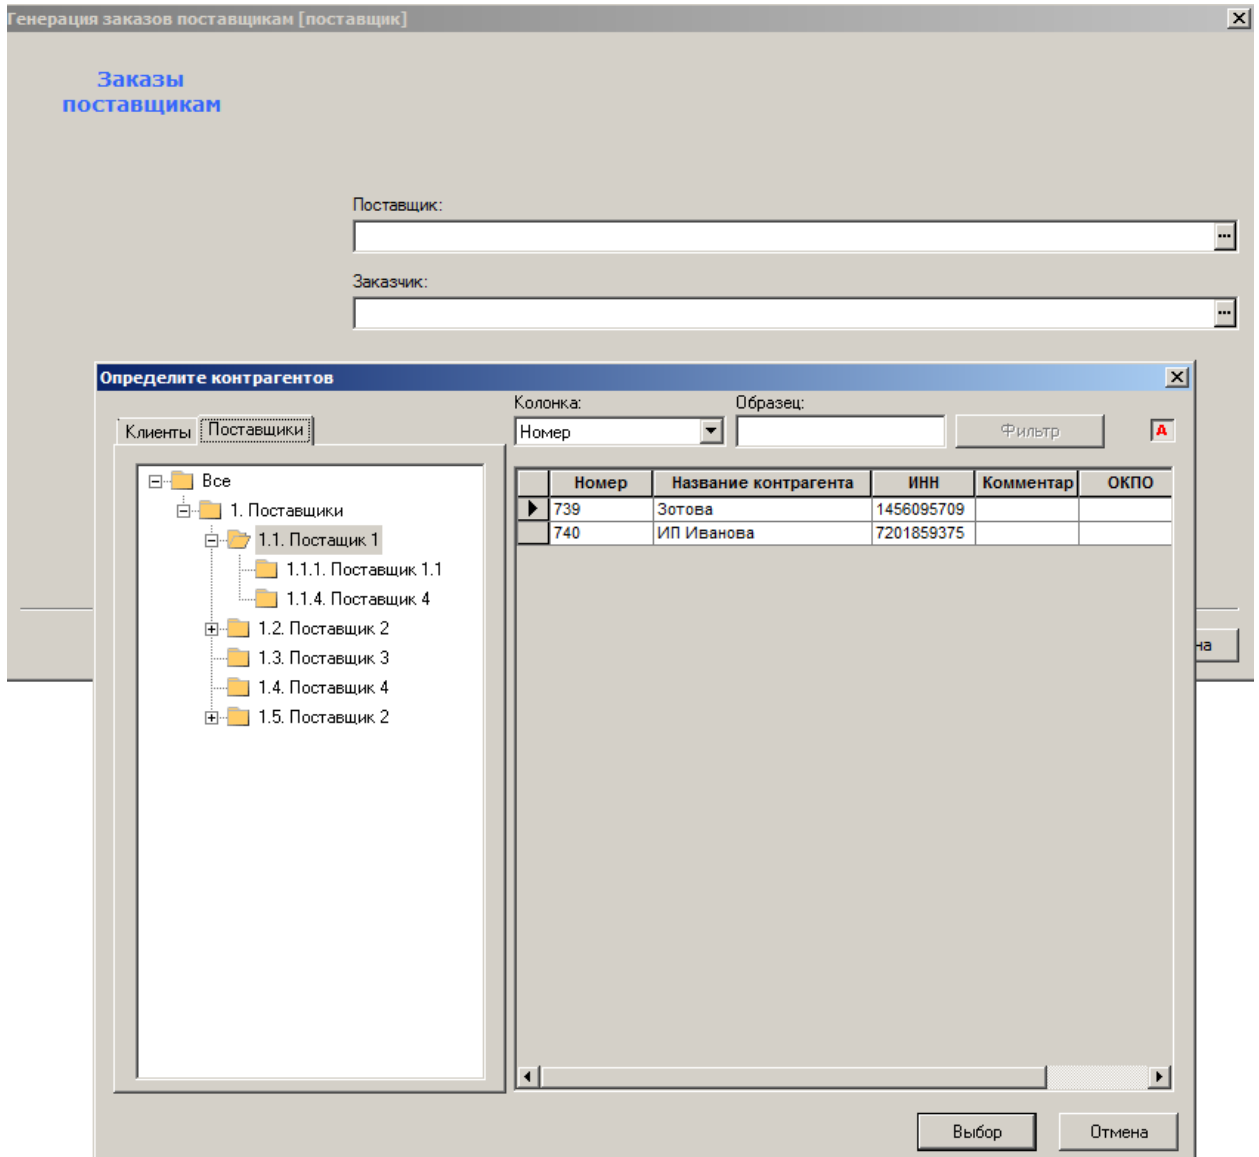

Рисунок 29 – Автоматическая генерация заказа (7)
5. Выбрать поставщика и заказчика (Рисунок 29):